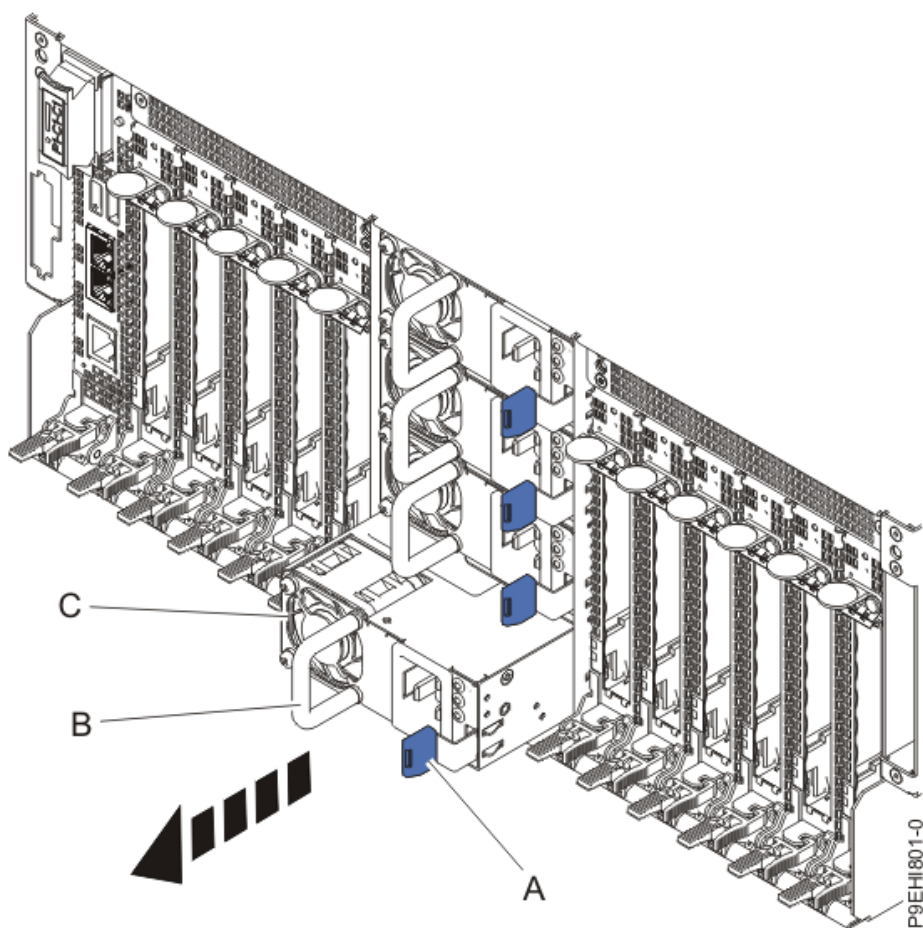

图 5 从机箱后边拆卸电源
2. 在系统的后部，拆下连接 SAS 线缆到电源（C）的线缆扎线，参照图 5。
3. 如图 5 所示，将锁紧片（A）向左推。
4. 抓住手柄（B），将电源从机箱中拉出，如图 5 所示。